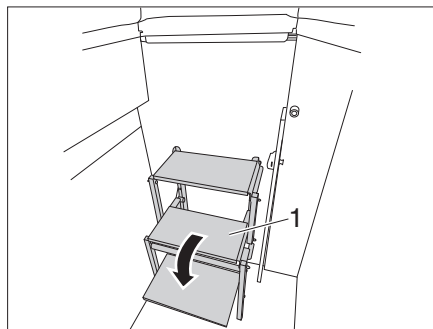

Fig. 57 Apertura della scaletta
- Aprire la scaletta (Fig. 57,1).
- Richiudere la scaletta (Fig. 57,1).